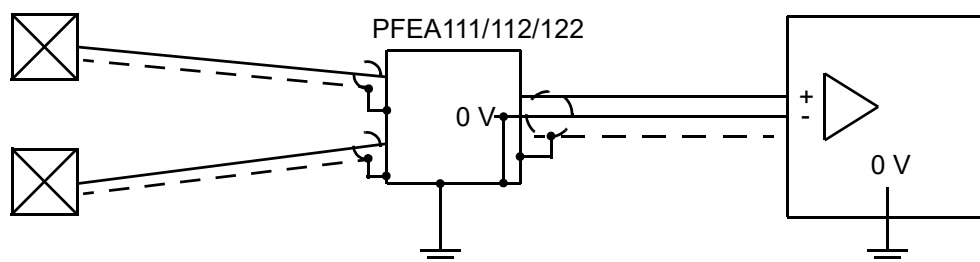
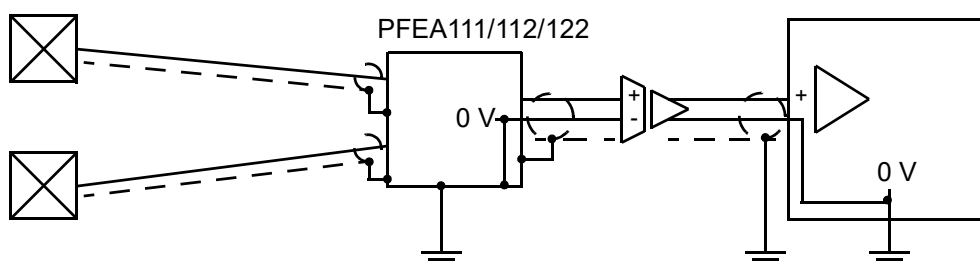

Figura 2-8. Conexão a um sistema superior com uma entrada isolada ou diferencial
Figura 2-9. Conexão a um sistema superior através de um amplificador de isolamento separado
- Como o terra de sinal do sistema de medição é conectado ao terra do chassi da unidade eletrônica, a entrada de um sistema superior conectado ao sistema de controle não deve ser aterrada. As melhores maneiras de interconectar o sistema de medição e um sistema superior para obter o melhor funcionamento estão mostradas na Figura 2-8 e na Figura 2-9.